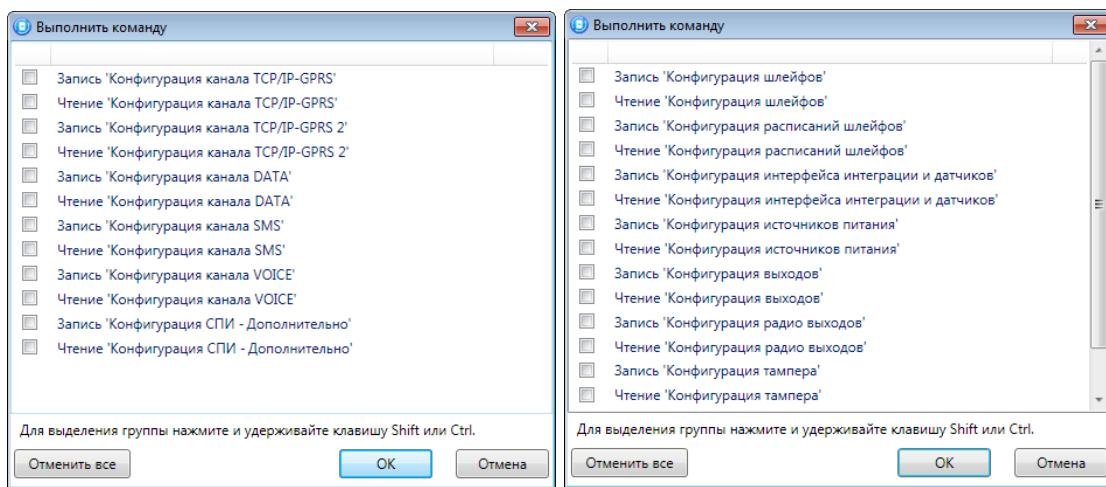

Рис. 11.2. Окно *Выполнить команду* (а — конфигурация СПИ, б — конфигурация ПКП)
- Выполнить команду:* открытие окна *Выполнить команду* (Рис. 11.2), с помощью которого можно записать или считать отдельные группы параметров (актуально при медленной скорости передачи данных или тарификации по объему передачи данных).